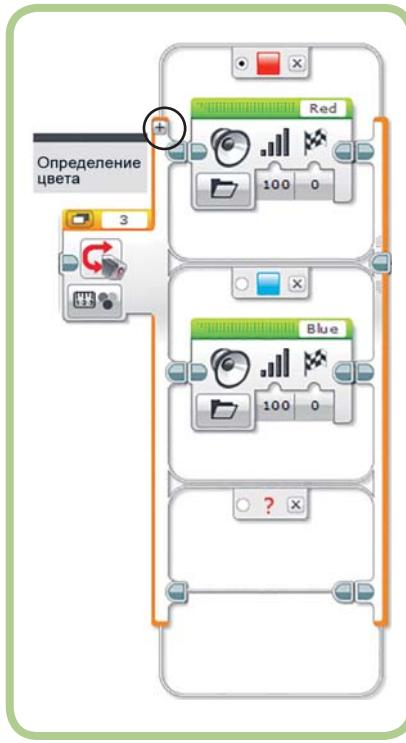

Рис. 6.14. Добавление нового случая
Пока эта программа по-настоящему распознает только синие объекты, объявляя объект любого другого цвета красным (поскольку красный выбран в качестве случая по умолчанию). В этом подразделе ты узнаешь, как изменить программу так, чтобы она правильно распознавала красные объекты и говорила “Uh-oh” в случае невозможности определения цвета объекта. В настоящее время блок **Переключатель** (Switch) предусматривает два случая: для красных объектов и для синих. Кнопка **Добавить случай** (Add Case), обведенная на рис. 6.14, позволяет добавить новый случай в блок **Переключатель** (Switch). Если после добавления случая ты решишь его удалить, щелкни по кнопке с маленьким крестиком (x) справа в верхней части случая.
4. Щелкни по кнопке **Добавить случай** (Add Case). Блок **Переключатель** (Switch) должен выглядеть, как показано на рис. 6.14.